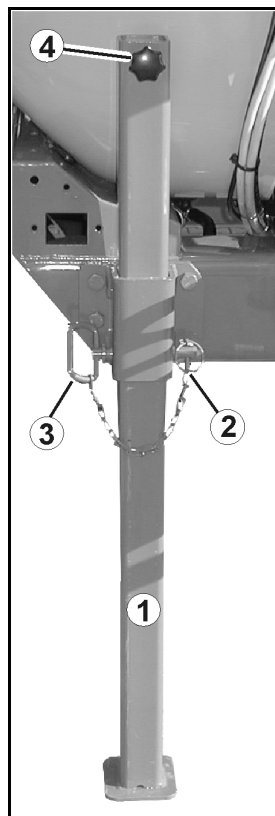

Fig. 39
Picior de sprijin glisant (Fig. 39/1) :
1. Desfaceți șplintul (Fig. 39/2).
2. Scoateți bolțul (Fig. 39/3).
3. Ridicați / coborâți piciorul de sprijin prin intermediul mânerului (Fig. 39/4).